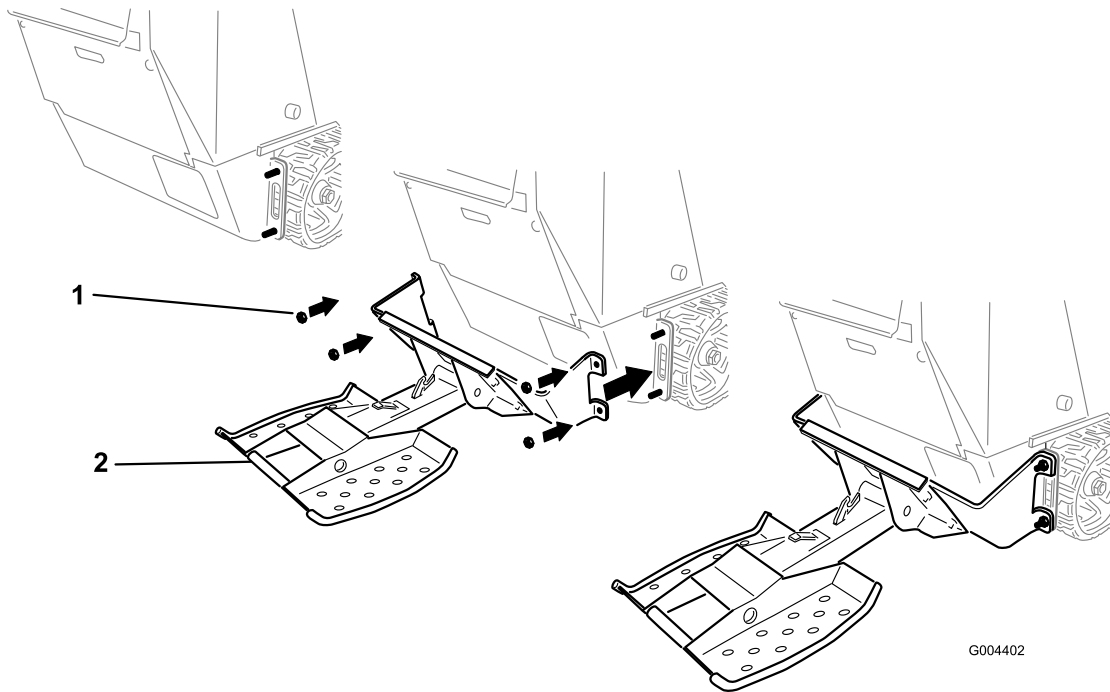

Bild 5
5. Befestigen Sie die Befestigungshalterungen auf den vier Schrauben (1/2 x 1-1/2 Zoll), die Sie vorher eingesetzt haben. Befestigen Sie sie dann mit den vier Bundkopfmuttern (1/2 Zoll) (Bild 5).